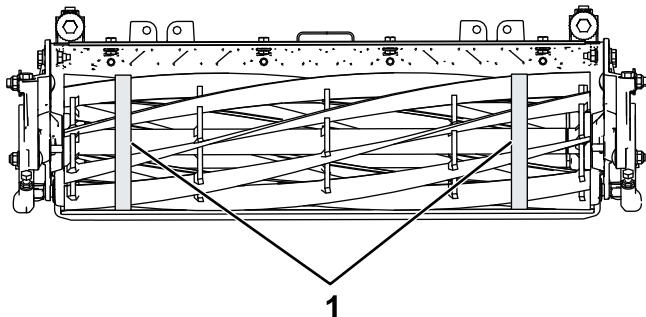

Figura 35
- Con un nastro per la misurazione del diametro, misurate il diametro esterno del cilindro a entrambe le estremità (Figura 35); la differenza del diametro esterno tra le estremità dovrà essere inferiore a 0,250 mm. Se la differenza è maggiore, eseguire la molatura per correggere la differenza.